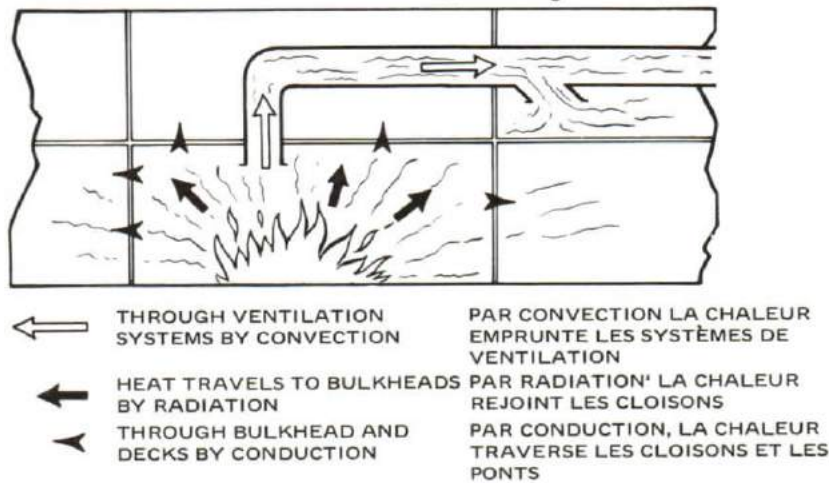

Figure 8-55
2. Conduction - Certain materials carry or conduct heat very readily. The steel structure of a ship will conduct heat rapidly. Because of this rapid conduction, the steel can ignite combustible materials at a considerable distance from but not in direct contact with the fire. See Figure 8-55.
2. La conduction. Certains matériaux sont très bons conducteurs de chaleur. La membrure métallique d'un navire conduit la chaleur rapidement et, pour cette raison, l'acier peut enflammer des matériaux combustibles qui se trouvent à une distance considérable d'un foyer d'incendie et qui ne sont pas en contact direct avec le feu (voir la figure 8-55).